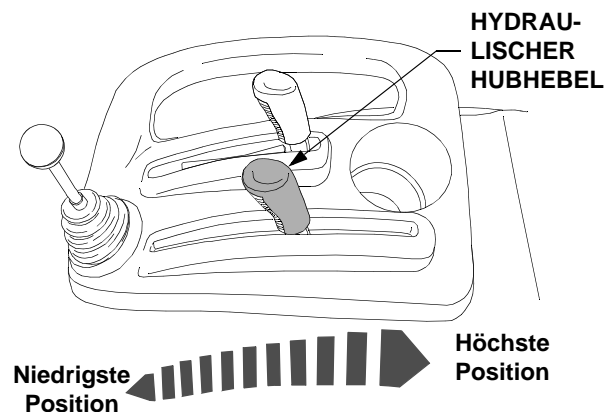

Abbildung 18
- Den Hebel in der Führung nach vorne schieben, um das Gerät abzusenken. Siehe Abbildung 18.
- Den Hubhebel in der Führung so weit nach hinten bewegen, bis das Gerät auf die gewünschte Höhe angehoben ist, oder ganz nach hinten ziehen, um es auf Transporthöhe anzuheben. Siehe Abbildung 18.